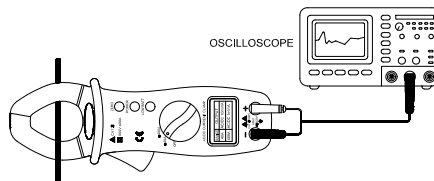

Fig.4
- Åpne tang og sett leder i sentrum på tangkjeft (se fig.4).